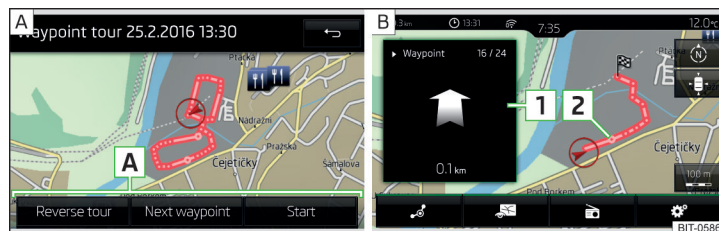

Abb. 246 Anzeige einer Wegpunkttour / Abfahren einer Wegpunkttour
- ▶ Eines der folgenden Menüs auswählen » Abb. 246 - **A**.
Während des Abfahrens einer Wegpunkttour erfolgt im Zusatzfenster **Wegpunkt** die Anzeige der Richtung sowie des Abstands zum nächsten Wegpunkt, der fortlaufenden Nummer des nächsten Wegpunktes sowie der Gesamtzahl der Wegpunkte **1** » Abb. 246 - **B**.
Die Wegpunkttour von der Fahrzeugposition zum nächsten Wegpunkt „nimmt“ während der Fahrt sukzessive „ab“ **2** » Abb. 246.
- Anzeige der Wegpunkttspeicherung » Abb. 246 auf Seite 203